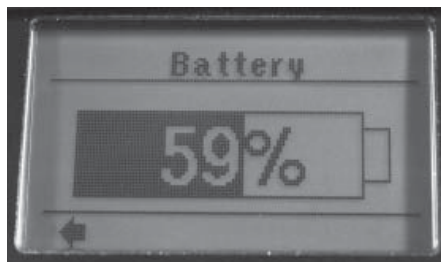

Figure 17. Pourcentage de batterie
4. Appuyer sur « ENTRER » (Le pourcentage de la vie de la batterie restant est affiché) (Figure 17)